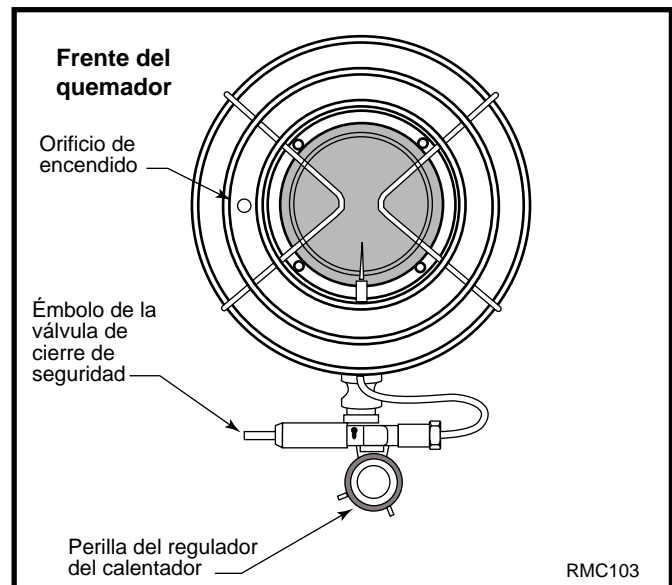

Fig. 2 Frente del quemador.
1. Gire la perilla del regulador del quemador en sentido antihorario  a la posición de alto "HI". (Fig. 2)